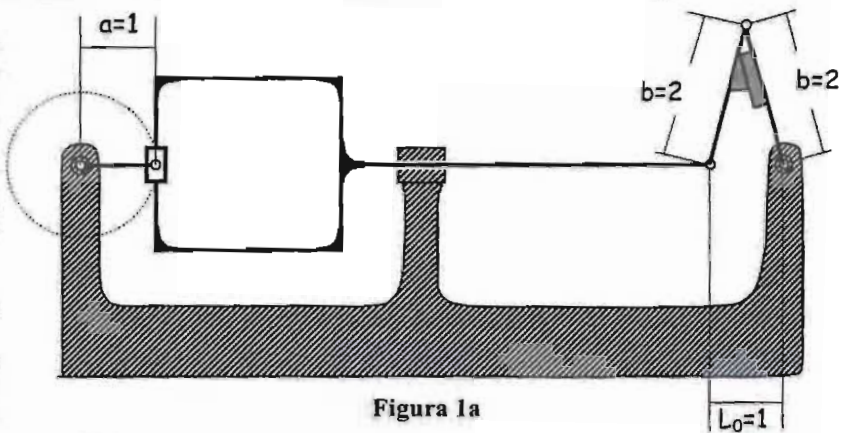
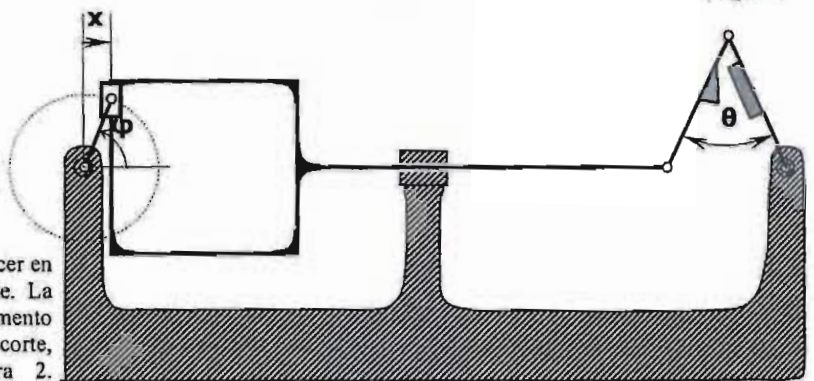

Figura 1a
Figura 1b
En la figura 1 se representa una máquina de corte industrial. En la figura 1a, la máquina se encuentra en su posición de referencia (posición de corte) y aparecen todas las dimensiones representativas de la misma. En la figura 1b aparece una posición genérica en la que se detallan la variable del elemento de entrada ϕ (coordenada generalizada) y las variables de los elementos de salida x y θ . Se pide:
3. ¿Qué puede decirse sobre la ventaja mecánica del mecanismo en la posición representada en la figura 1a? (1p)